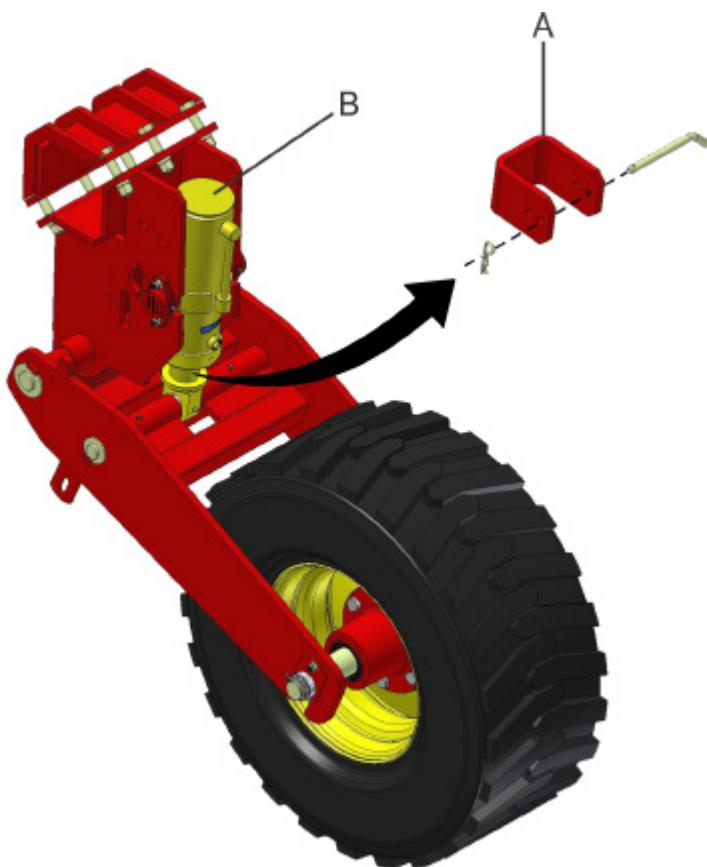

fig. 18
Coloque os calços de descânco de cilindro (A) (fig. 18) em todos os rodados (B).